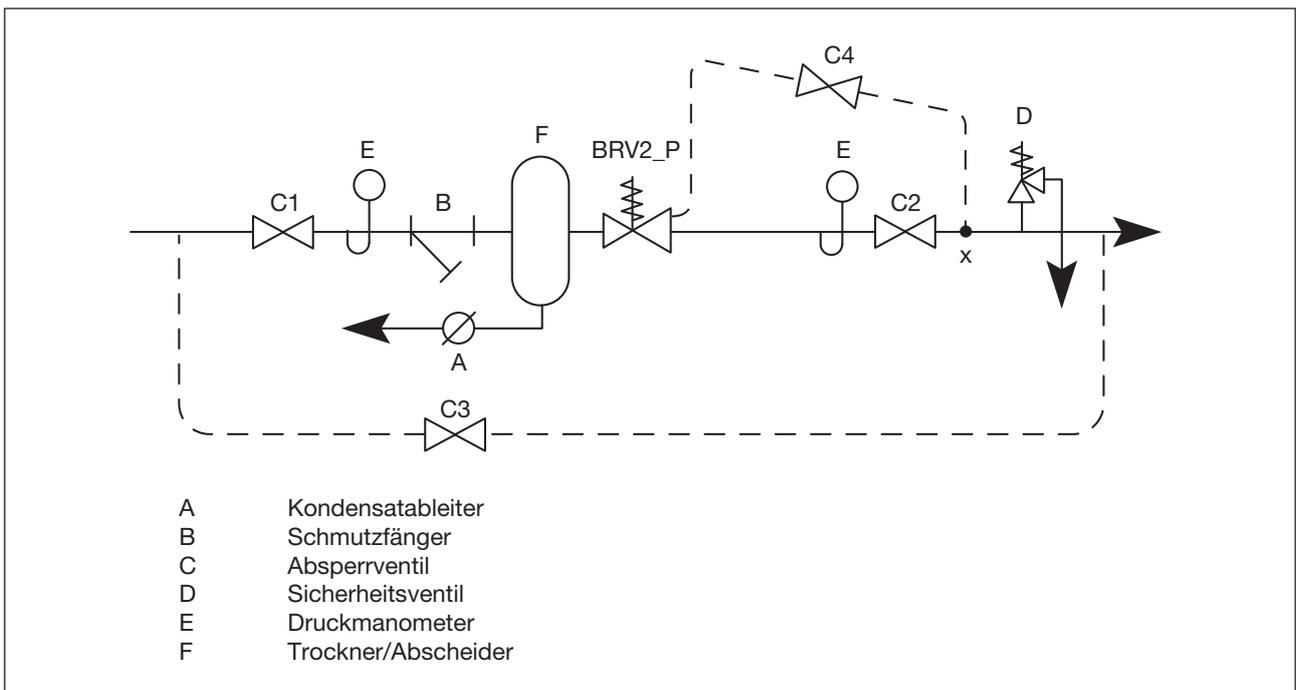

Bild 6: Empfohlener Einbau BRV2SP und BRV2BP
Um die externe Steuerleitung am Druckreduzierventil anschließen zu können, ist der Blindstopfen (16) zu entfernen und dafür die Rohrverschraubung (17) 1/8" x 6 mm einzuschrauben. Die externe Steuerleitung mit einem Außendurchmesser von 6 mm sollte von oben in die Rohrleitung am Punkt „x“, siehe Bild 6, montiert werden. Zwischen BRV und Anschluss der externen Steuerleitung sollte eine gerade Rohrleitung mit einer Länge von mindestens 1 Meter bestehen, die frei von Armaturen ist. Die externe Steuerleitung sollte zum Punkt „x“ hin abfallen. Es wird empfohlen, in die Steuerleitung ein Absperrventil (C4) einzubauen.